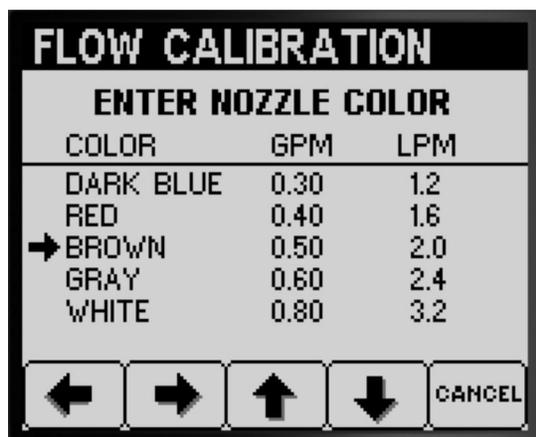

Figure 44
- Pour les machines dont les couleurs de buse correspondent aux débits décrits à la Figure 44, sélectionnez la couleur des buses installées à la position de pulvérisation active.
- Pour les machines dont les couleurs de buse ne correspondent pas aux débits décrits à la Figure 44, sélectionnez le débit (l/min) des buses installées à la position de pulvérisation active.
- Appuyez sur le bouton 2 pour passer à l'étape suivante (Figure 44).